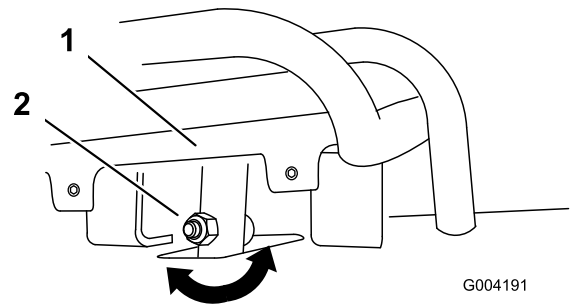
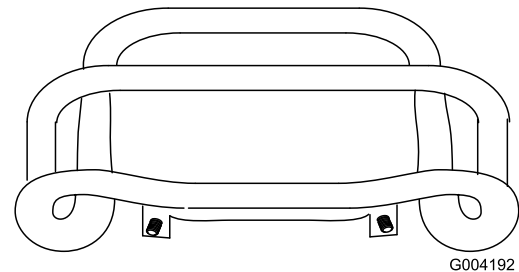

Figura 52
Figura 53
4. Si la parte delantera del control de tracción no queda enrasada con y paralela a la barra de referencia, afloje la tuerca y el perno del tubo del control de tracción (Figura 52).
5. Ajuste el control de tracción hasta que quede enrasado con la barra de referencia al tirar del mismo hacia atrás del todo (Figura 52 y Figura 53).
- C. Afloje la tuerca con arandela prensada y el perno del tubo del control de tracción (Figura 52).
I. Ajuste el control de tracción hasta que quede enrasado con la barra de referencia al tirar del mismo hacia atrás del todo (Figura 52 y Figura 53).